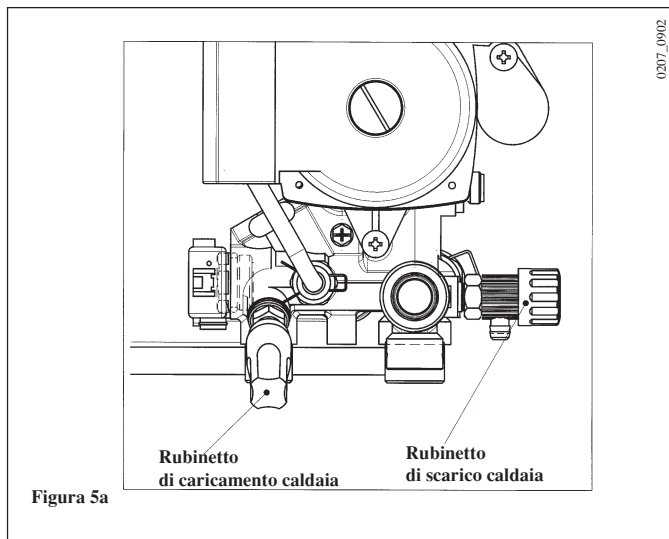

Figura 5a
4. Riempimento impianto Importante: Verificare periodicamente che la pressione, letta sul manometro (11), ad impianto freddo, sia di 1 - 1,5 bar. In caso di sovrappressione agire sul rubinetto di scarico caldaia. Nel caso sia inferiore agire sul rubinetto di caricamento della caldaia (figura 5a o 5b). E' consigliabile che l'apertura di tale rubinetto sia effettuata molto lentamente in modo da facilitare lo sfiato dell'aria. Se si dovessero verificare frequenti diminuzioni di pressione chiedere l'intervento del Servizio di Assistenza Tecnica autorizzato.